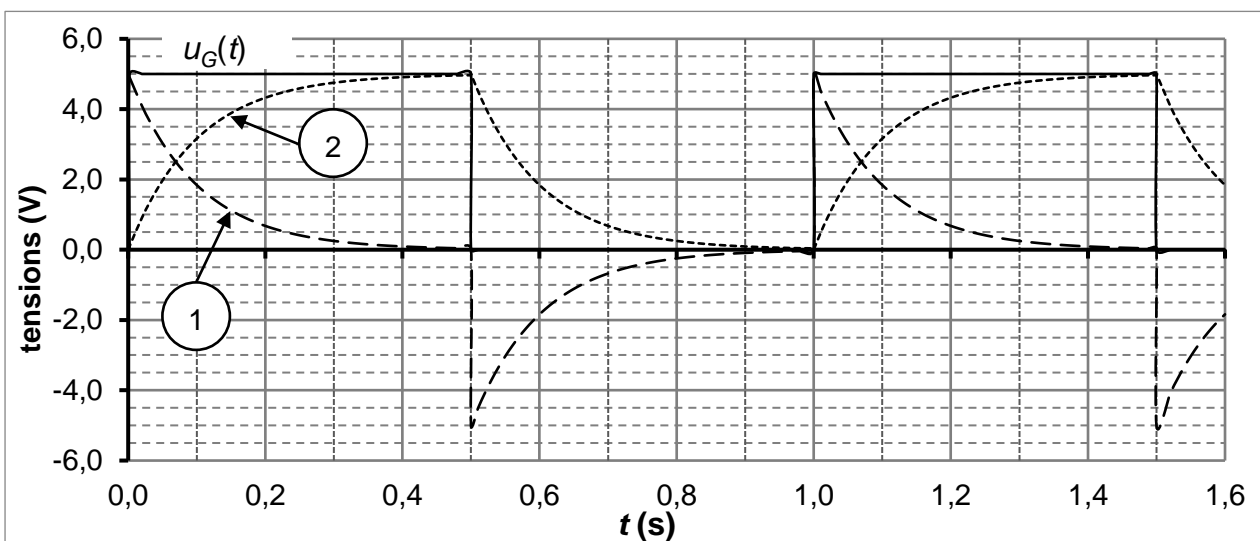

Figure 2. Représentation temporelle simulée des tensions $u_G(t)$, $u_C(t)$ et $u_R(t)$
- 1.1. À l'aide de la figure 2, déterminer la valeur de E ainsi que celle de la fréquence f de la tension en créneau $u_G(t)$.
- 1.4. Associer les courbes 1 et 2 de la figure 2 aux tensions $u_C(t)$ et $u_R(t)$. Justifier.